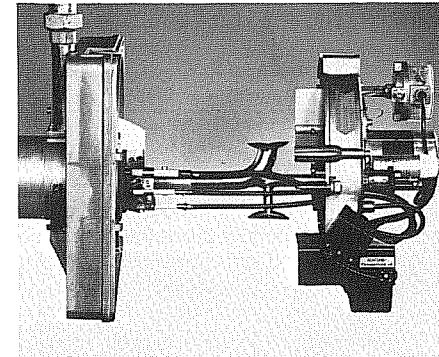

Abb. 56
- Brennergehäuse soweit aus dem Vorderteil ziehen, bis das Gasgestänge mit der Stauscheibe freiliegt (Abb. 56), dann um 90° nach links drehen und die Haltenocke der Brennerfrontplatte einhängen.